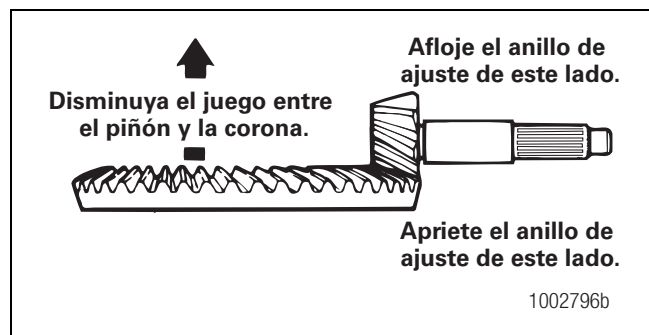

Figura 5.46
- **Para disminuir el juego entre el piñón y la corona:** Acerque al piñón de mando la corona. Figura 5.46.